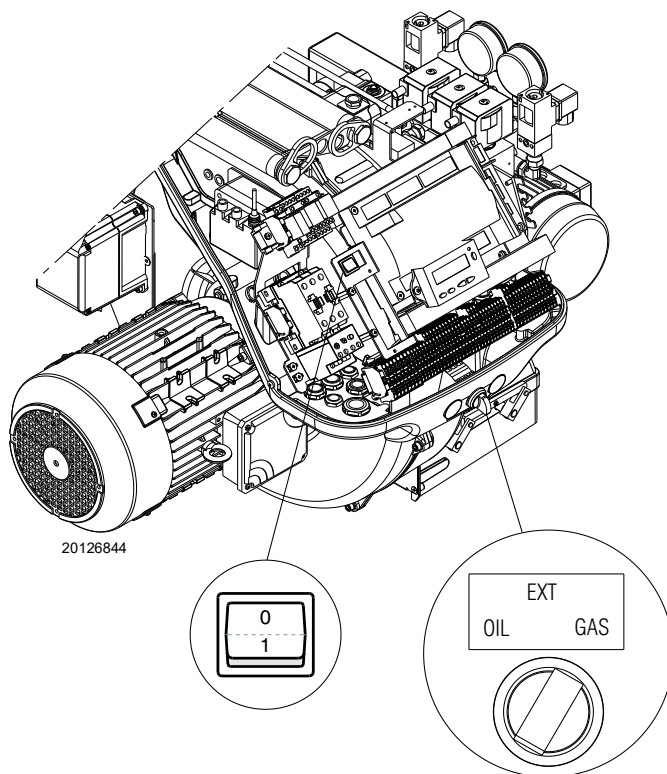

Рис. 40
- Замкните термостаты/реле давления и установите выключатель Рис. 40 в положение «1».
- Установите переключатель в положение «ЖИД. ТОП.» (Рис. 40) для работы на жидком топливе и «ГАЗ» для работы на газе.
- 1 с помощью переключателя **OIL-EXT-GAS** (Рис. 40);